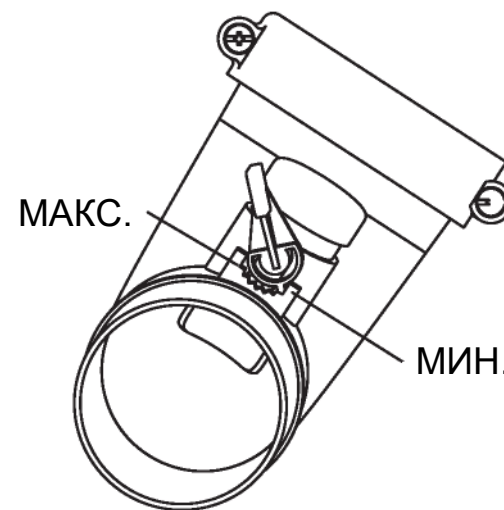

Рисунок 10
(2) Опытливание. Отрегулируйте подачу, установив шток в одно из трех отверстий на траверсе. См. рис. 10.